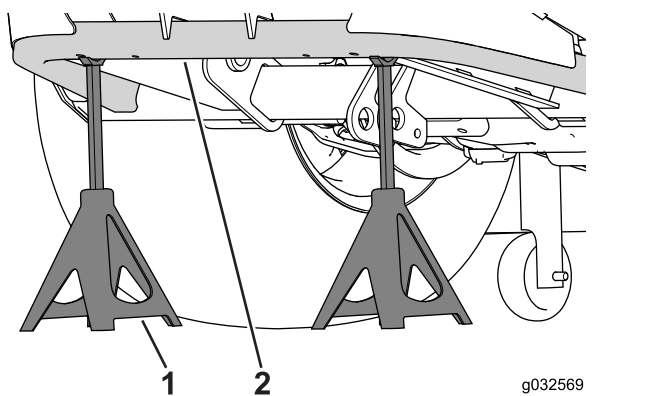

Figura 54
2. Utilice 2 gatos fijos debajo del bastidor para soportar el peso de la parte trasera de la máquina (Figura 54).